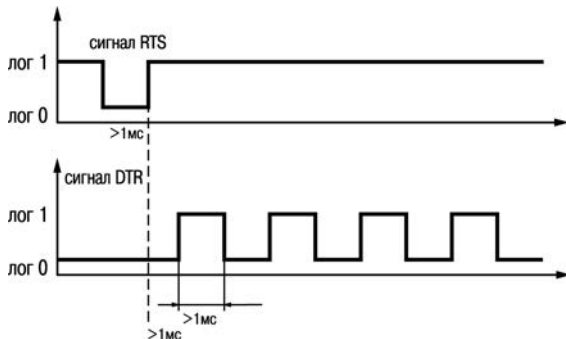

Рисунок 3.1
3.3 Принцип работы адаптера интерфейса состоит в следующем. Управляющая программа компьютера осуществляет выбор одного из восьми каналов к которым подключены приборы. Для этого используются две линии последовательного порта – RTS и DTR. Сигналом RTS коммутатор каналов адаптера интерфейса всегда устанавливается на первый канал. Для выбора N+го канала, отличного от первого, по линии DTR необходимо послать N – 1 импульс (рисунок 3.1). Например для выбора 5-го канала, после формирования импульса по линии RTS нужно послать 4 импульса по линии DTR. Для надежной коммутации длительность посылаемых импульсов и промежутков между ними должны быть не менее 1 мс.